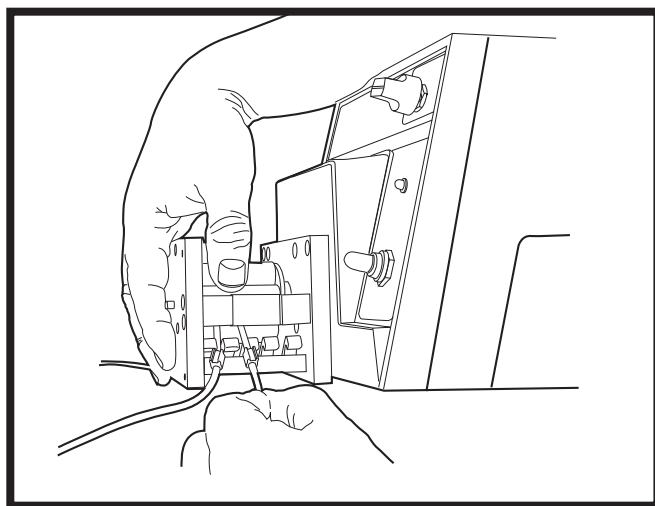

Figura 9: Tirare i tubi verso il basso dalla fessura per liberare il collare di blocco dei tubi.
3. Tirare i tubi verso il basso dalla fessura per liberare il collare di blocco dei tubi (figura 9);